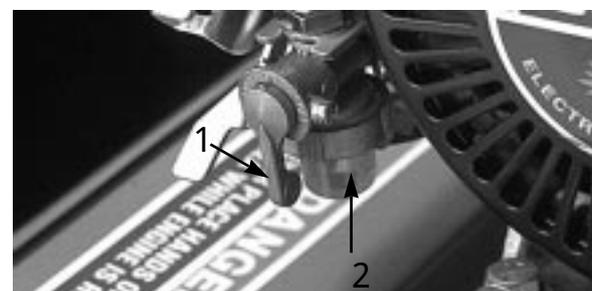

図 34
- 1. 燃料バルブを閉じて、フィルタのボディーからボウルを外す (図 34)。